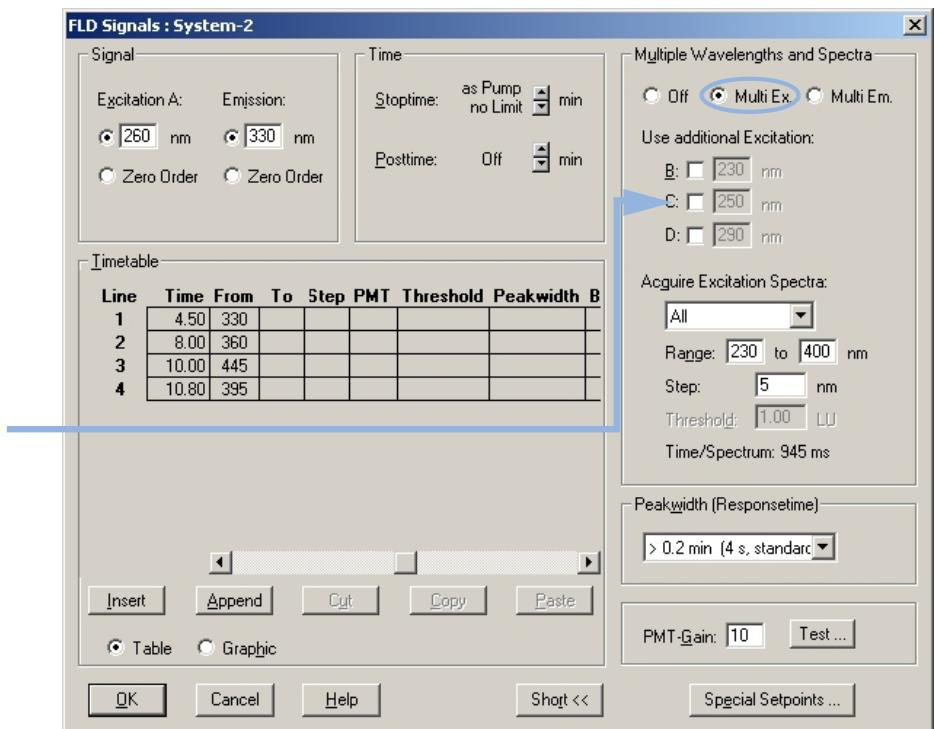

図 40 励起スキヤンの検出器設定
- 4 これらの設定とタイムテーブル（前ページ参照）を使って、最適な励起波長の評価を行うため、2 度目の分析を行います。『101 ページ 図 40』を参照してください。